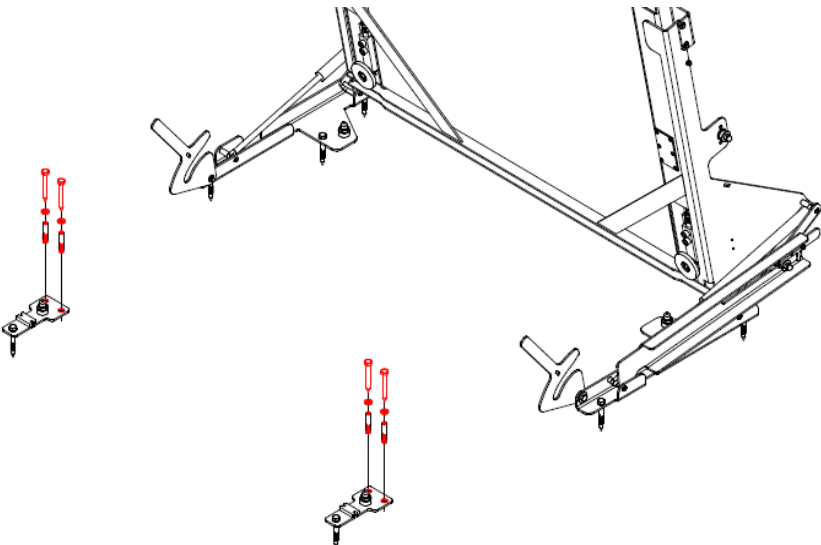

Abbildung 15. Montage von Doppelankern
11. Befestigen Sie die Füße zusätzlich mit zwei Ankern (Abbildung 15).